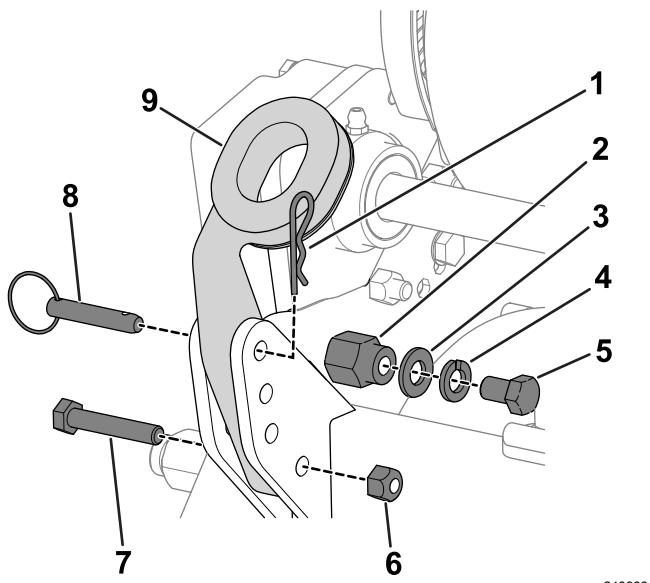

Figure 3
1. Enlevez les boulons (5/16"), les contre-écrous, les goupilles à anneau et les goupilles fendues qui fixent le bas des bras du guidon de chaque côté de la machine (Figure 3).
2. Retirez les boulons (3/8"), les rondelles et les rondelles-frein des goupilles de montage de chaque côté de la machine (Figure 3).
3. Insérez les extrémités du guidon dans les trous des bras du guidon et placez les trous en face des goupilles de montage (Figure 3).
6. Utilisez les boulons (5/16"), les contre-écrous, les goupilles fendues et les goupilles à anneau que vous avez retirés précédemment pour fixer les bras du guidon à l'arrière du cadre (Figure 3).